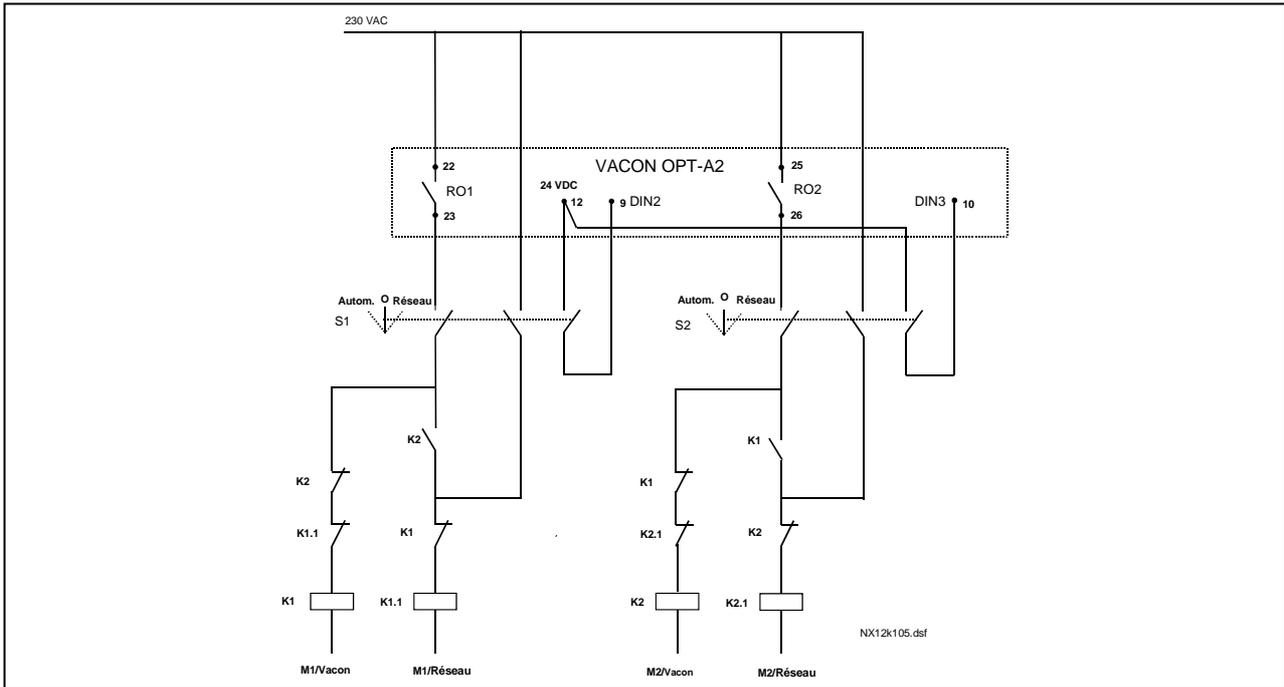
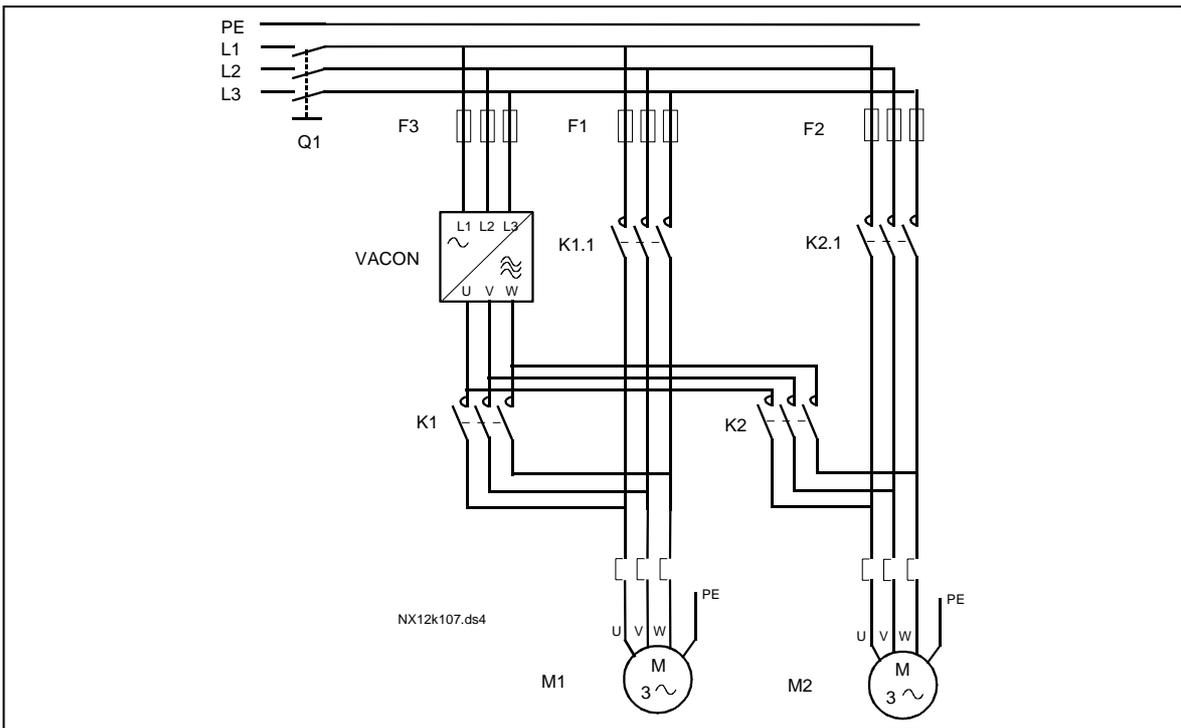
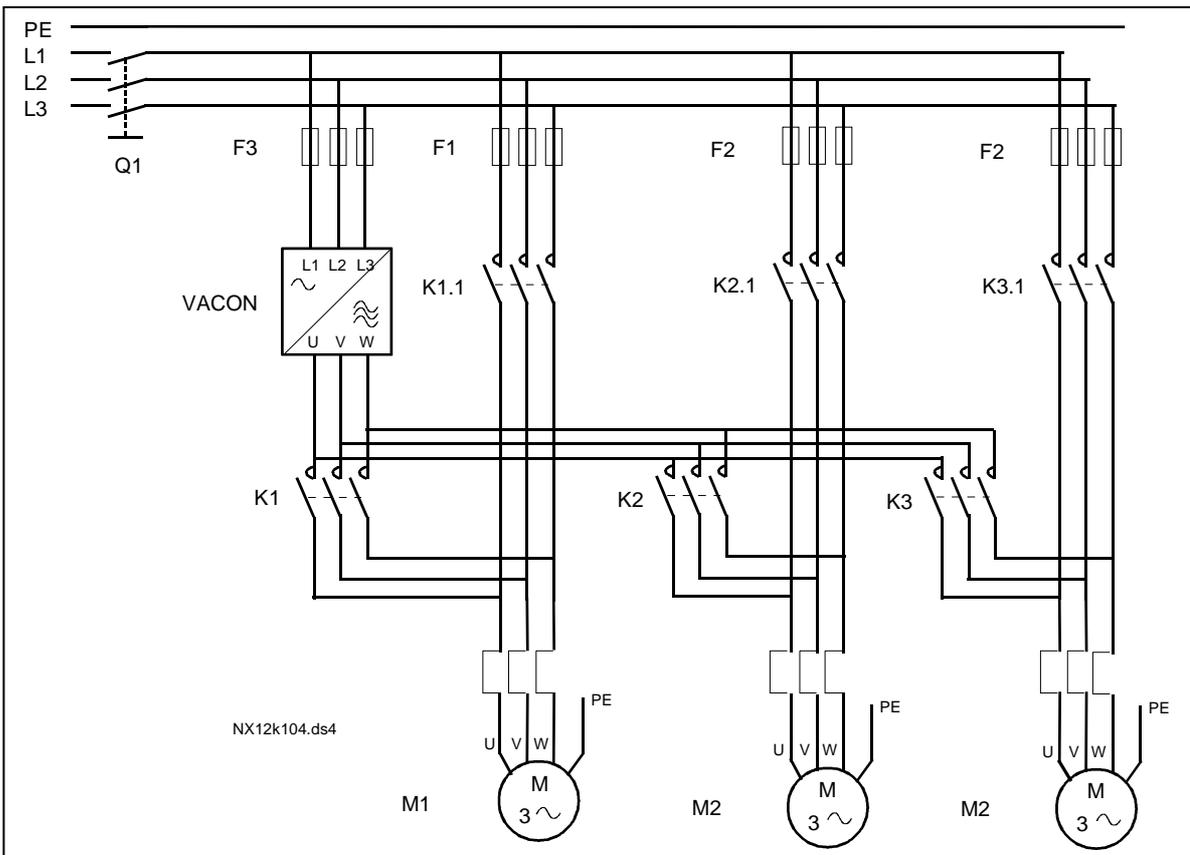

Figure 7-1. Système avec permutation entre 2 pompes, schéma de commande principal
Figure 7-5. Exemple de permutation entre deux pompes, schéma de principe
Figure 7-6. Exemple de permutation entre trois pompes, schéma de principe
- Les contacteurs externes commandés via les sorties relais du convertisseur de fréquence connectent les moteurs au convertisseur de fréquence ou au réseau. Si le moteur commandé en vitesse variable est inclut dans la séquence de permutation, il est toujours commandé par la sortie relais activée en premier. Les autres relais activés ultérieurement commandent les moteurs auxiliaires (voir Figure 7-5 et Figure 7-6).
La permutation automatique des ordres Marche et Arrêt est activée et appliquée soit aux moteurs auxiliaires uniquement, soit aux moteurs auxiliaires **et** au moteur à vitesse variable, selon le réglage du paramètre 2.9.25, *Sél. Automatismes*. Le préréglage usine active la permutation pour 2 moteurs. Voir Figure 7-1 et Figure 7-5.